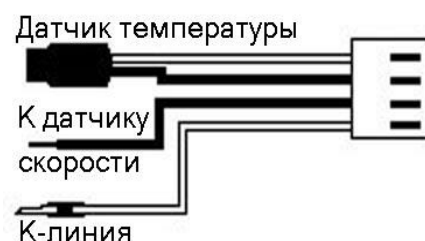
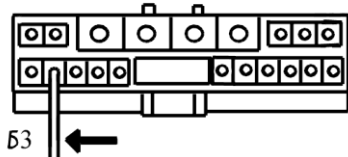
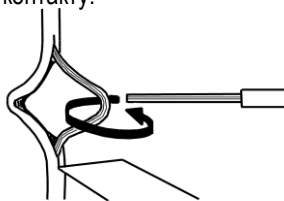
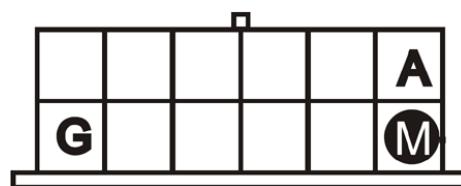

Рис. 7
Рис. 8
Рис. 9
Рис. 10
- 14) Протяните чёрный провод, который идёт в поставке (рис. 7), в правый нижний угол автомобиля. Найдите жгут с разъёмом и подключите чёрный провод от бортового компьютера к 2 контакту (бело-зелёный провод) разъёма, который идёт на спидометр (рис. 8). Родной провод рекомендуется не отрезать, а разрезав изоляцию скрутить с проводом (по возможности спаять) и заизолировать (рис. 9). Если у вас **Lanos DOHC 1.6** и нет разъема (рис. 8), тогда подключаем, как показано на рисунке 11. Если ЭБУ подключается 2-мя 32-х контактными разъёмами, то чёрный провод подключаются к 10 контакту. Т.е. если мы смотрим на ЭБУ, справа у нас красный разъём, то на белом подключаем к 10-му верхнему контакту.
- 16) Подсоедините этот провод в точку «М» диагностического разъёма со стороны подключения диагностического тестера (рис. 10). Родной провод рекомендуется не отрезать, а разрезав изоляцию скрутить с проводом компьютера (по возможности спаять) и заизолировать (рис. 9).